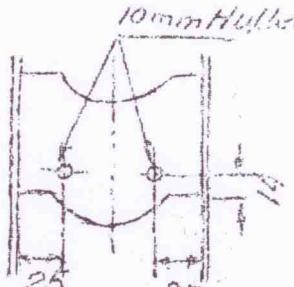

Fig. 4
- 9) I Stellets Tverplade Nr. 7288-2 bores 2 - 10 mm Huller, saa de 2 Topskruer Nr. 6998 paa de bageste Ventilhuse kan aftages med Skruetrækker, naar Smøring af Ventiler og Vippearme foretages. (se Fig.4)